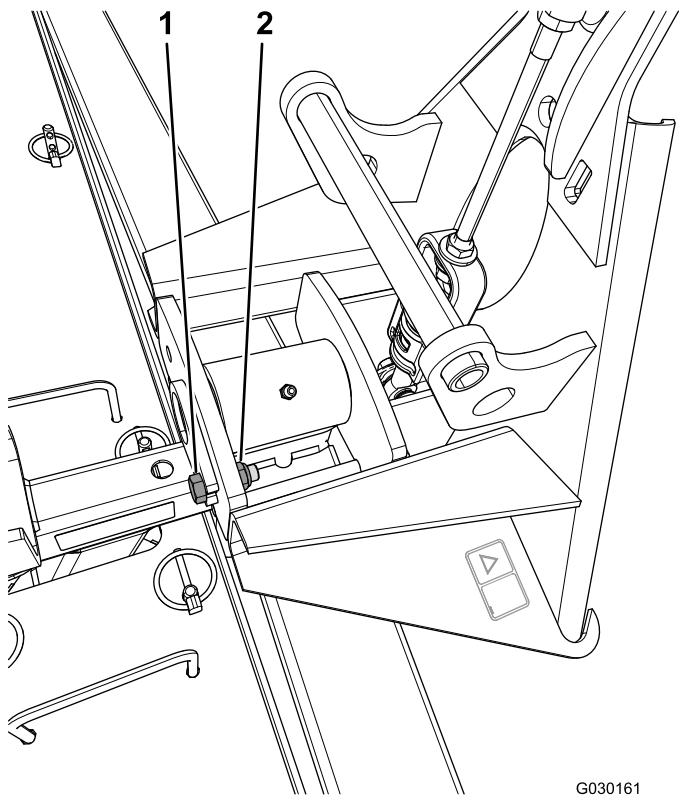

Bild 1
1. Entfernen Sie die Mutter und die Schraube, mit denen der Klappstecker am Adapter des Nagelrechens befestigt ist (Bild 1).